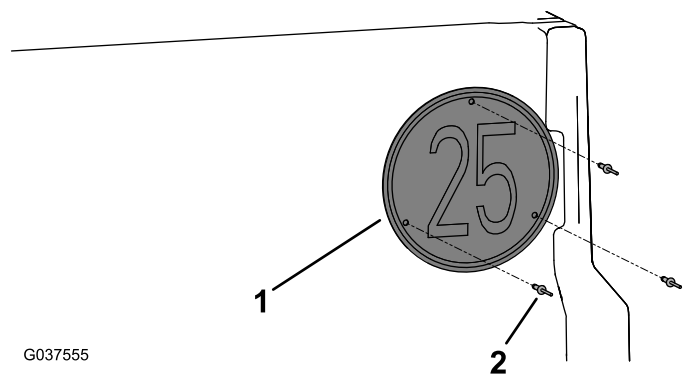

Figure 15
4. Fixez la plaque de réglage de vitesse au hayon à l'aide de 3 rivets aveugles (3/16" x 29/32"), comme montré à la Figure 15.